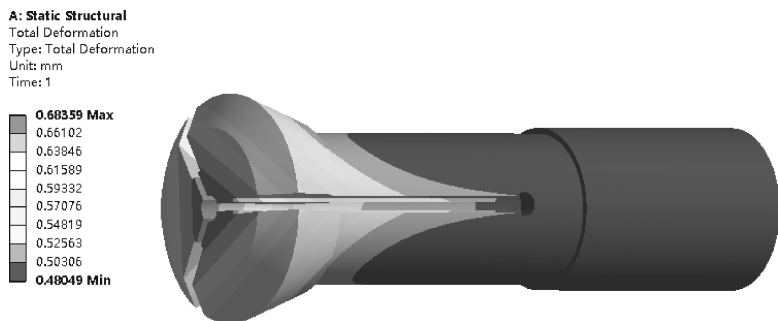
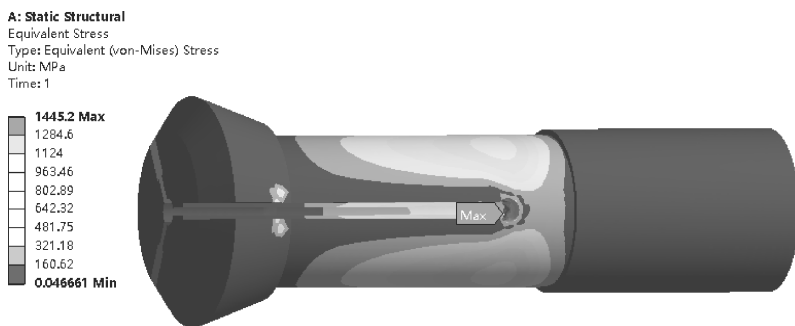

图 9-24 弹簧夹头变形云图
图 9-25 弹簧夹头等效应力云图
(3) 在 Mechanical 标准工具栏中单击  Solve 进行求解运算, 求解结束后的结果如图 9-24、图 9-25 所示。